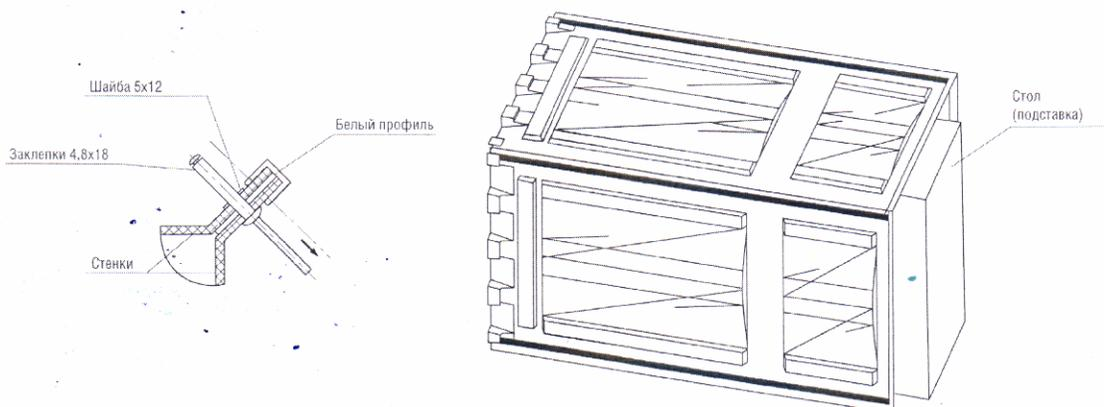

Рис. 1
1. Собрать три стенки кабины, для чего разместить заднюю стенку на столе (или подставке), приставить к ней две боковые стенки и выровнять по нижней части кабины. Вставить между боковой стенкой и задней стенкой белый Т-образный профиль согласно рисунку. Просверлить на проход через стенки и профиль отверстие диаметром 5 мм., по разметке на боковинах стенок в количестве 8 шт., одновременно вставляя заклепки 4,8 x 18 (снизу вверх). Установить на заклепки шайбы 5 x 12, и одновременно затянуть заклепки с помощью специального инструмента. Следите, чтобы профиль не имел изгибов и перекосов. Лишнюю длину профиля срезать ножовкой. Повторить действия для соединения второй боковой стенки с задней стенкой (Рис. 1).